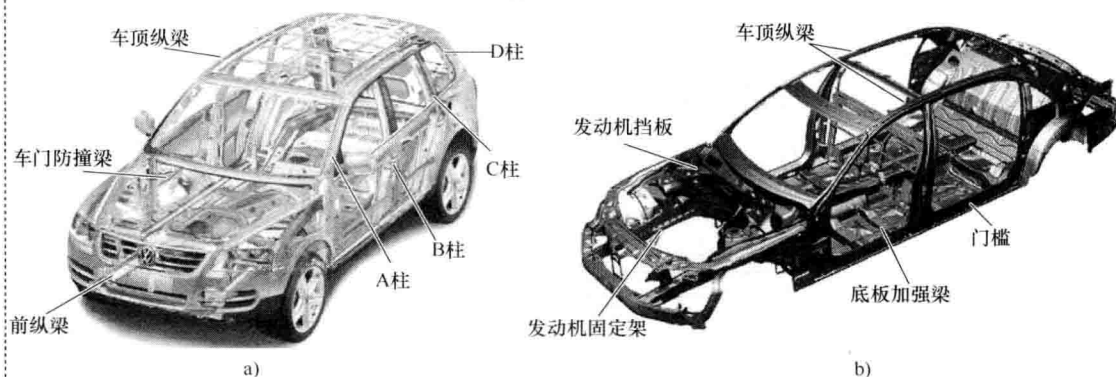

图 1-14 承载式车身结构
(1) 承载式车身的特点 承载式车身的汽车在平直路上行驶很平稳、固有频率低、噪声小、重量轻,广泛应用于轿车上。承载式车身(图 1-14)的汽车没有刚性车架,只是加强了车头、侧围、车尾和地板等部位,车身和底架共同组成了车身本体的刚性空间结构,其底盘强度较有大梁结构的非承载式车身低。这种承载式车身除了其固有的承载功能外,还要直接承受各种负荷。这种形式的车身具有较大的抗弯和抗扭的刚度,质量小,高度低,汽车重心低,装配简单,高速行驶稳定性较好。但由于道路负载会通过悬架装置直接传给车身本体,因此汽车内的噪声和车身所受振动较大。